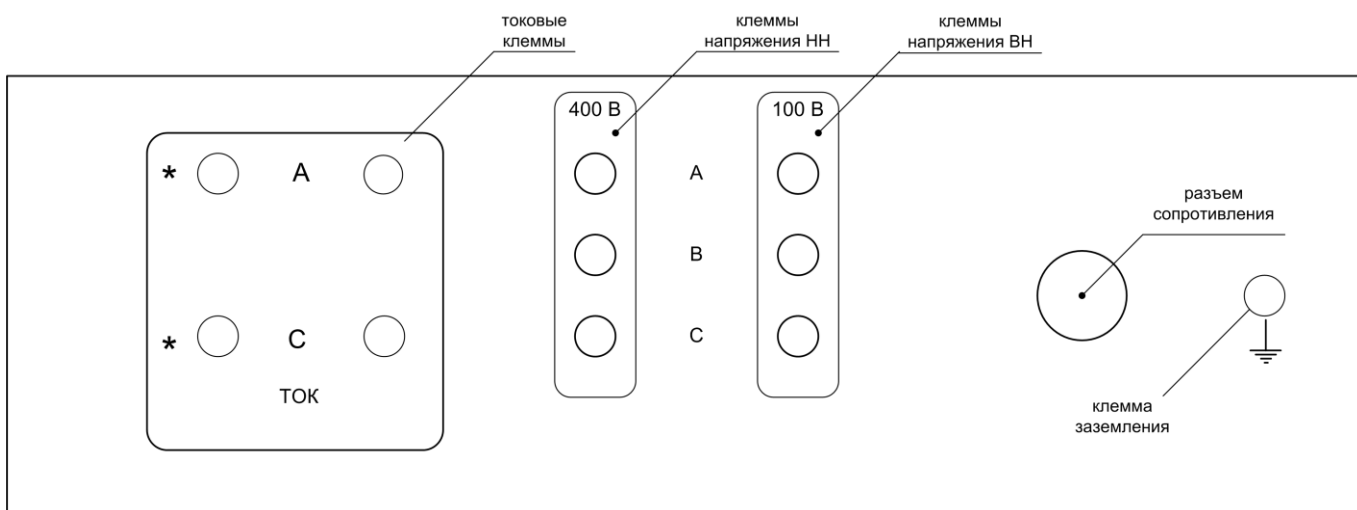

Рис. 1
1.4.2. На задней панели имеются общий разъем проводов для измерения сопротивления, клеммы для подключения испытываемого трансформатора и клемма заземления (рис. 1).